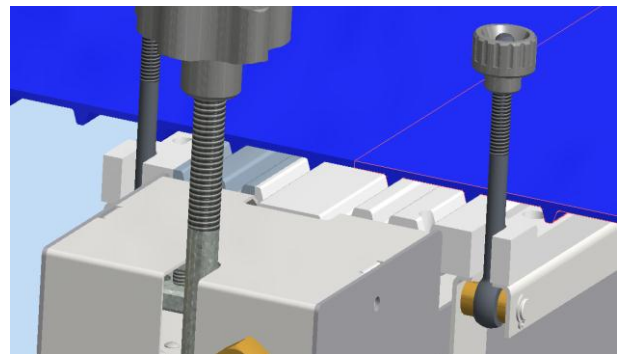

Fig 6
- d. Controllare che le due teste del nastro combacino perfettamente (Fig.6). Serrare i pomelli di chiusura delle barre di bloccaggio.